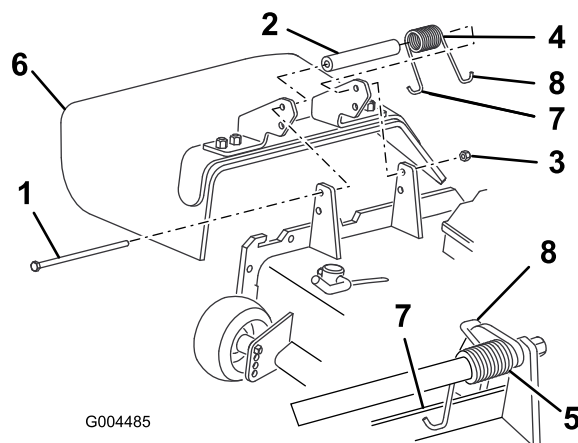

Figure 76
3. Placez une entretoise et un ressort entre les supports du déflecteur d'herbe de rechange (Figure 76).
Remarque: Accrochez l'extrémité en J gauche du ressort derrière le bord du plateau avant de mettre le boulon en place, comme indiqué à la Figure 76.
Remarque: Accrochez l'extrémité en J droite du ressort au déflecteur d'herbe (Figure 76).
2. Retirez le contre-écrou, le boulon, le ressort et l'entretoise qui fixent le déflecteur aux supports de pivot (Figure 76).